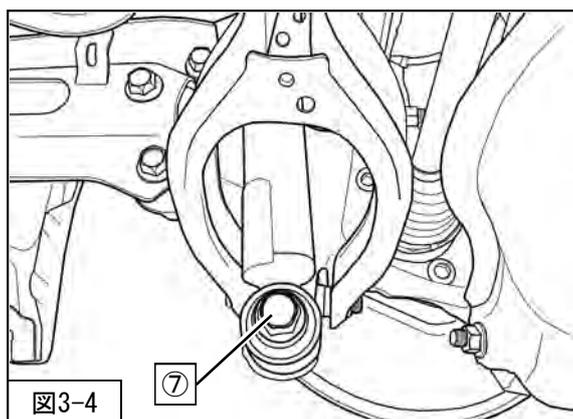

図3-4
8. ⑦リアショックアブソーバASSYロア取付ボルトを取外してください。(図3-4)